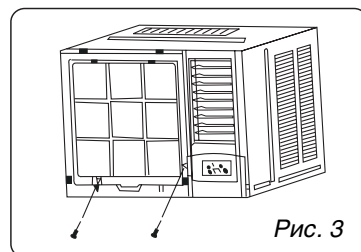

Рис. 3
1. Удалите 2 крепежных винта из каркаса (рисунок 3).
2. Закрепите переднюю панель винтами (рисунок 3).